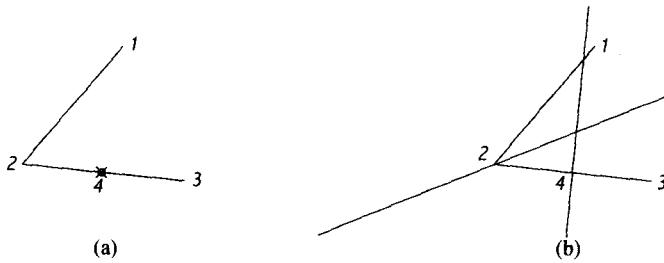

图 3.2 构造线实例
上机操作：1. 在图 3.2(a) 中绘制∠123 的平分线。
2. 在图 3.2(a) 中过线段 23 上点 4 作线段 23 的垂线。
绘制角分线如图 3.2(b) 所示。
绘制线段 23 的垂线如图 3.2(b) 所示。